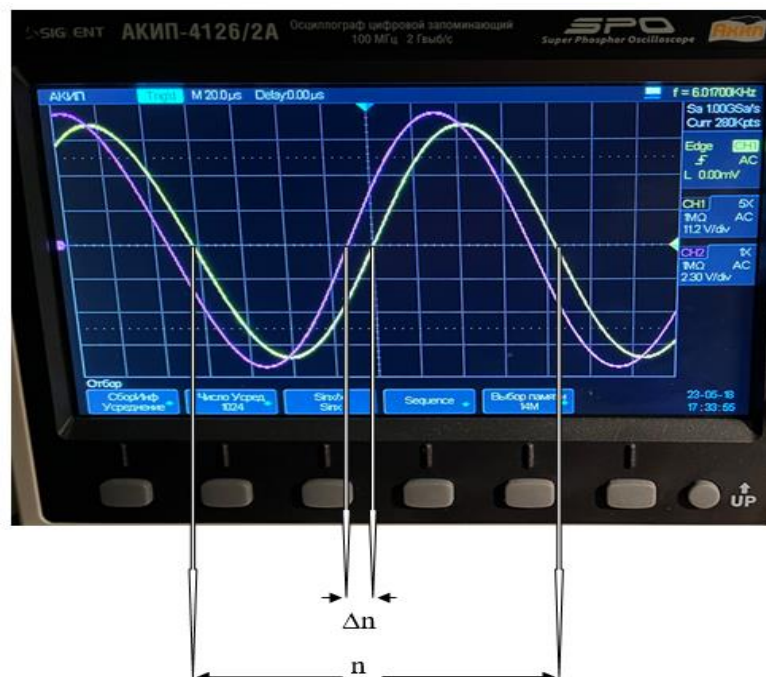

Рис. 8. Зависимости напряжения $U(t)$ и силы тока $I(t)$ на экране осциллографа.
8. С помощью регуляторов (8) и (11) осциллографа добейтесь установления на экране изображения синусоид, примерный вид которых представлен на рис. 8. С помощью регулятора развертки (14) растяните график синусоиды, так чтобы на экране помещался один период синусоиды. Вращая регуляторы (9) можно изменить амплитуду каждой синусоиды. Регулятор (10) смещает развертку по вертикали. Для правильного выполнения данной задачи смещение по вертикали для обеих осциллограмм должно быть равно нулю. Чтобы установить смещение равное нулю надо однократно нажать на ручку регулятора (10).
где Δn – сдвиг фаз между синусоидами в относительных единицах (длина клетки на экране осциллографа – см. рис. 8); n – длительность периода любой из синусоид в таких же относительных единицах.